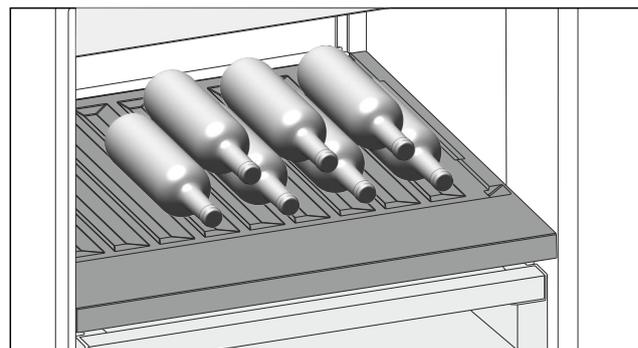

Fig. 97
- ▶ Flaschen mit dem Boden nach hinten zur Rückwand einlegen. (siehe Fig. 97)